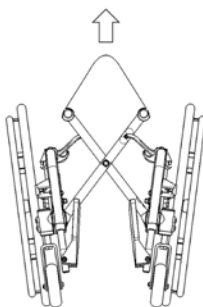

Fig. 2
- Agrippez la poignée centrale sur le siège et tirez vers le haut (Fig. 2)